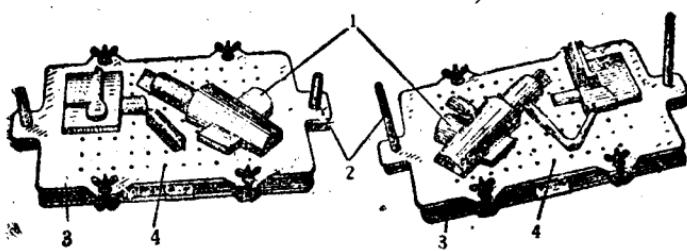

图16 座标型板：
4. 座标型板 除上述三类型板外，还有一种在模板上带有许多精确的座标网孔的特种型板叫做座标型板（如图 16 所示）。小型铸件用的座标型板，孔的直径为